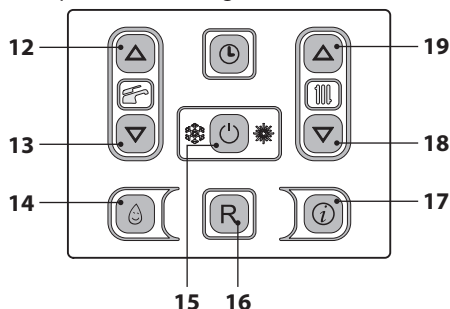
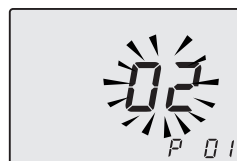

Figura 5.49
Figura 5.50
endendo contemporaneamente per 10 secondi i tasti 15 - 18 - 19 (Figura 5.49) fino a far apparire sul display LCD le lettere **P01**, indicanti l'entrata nel "parametro 01" (Figura 5.50).
- Premendo il tasto 15 (Figura 5.49) si ottiene la conferma del valore inserito.